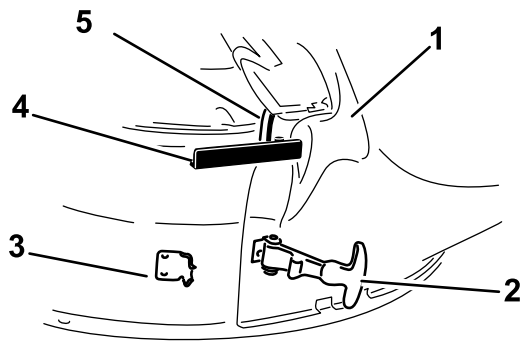

Figura 22
3. Fissate la guida di scarico sul piatto di taglio. Agganciate il fermo flessibile della guida di scarico al fermaglio saldato sul piatto di taglio, sul retro dell'apertura (Figura 22). Agganciate il gancio attorno all'asta di rotazione per mantenere la guida di scarico in questa posizione.